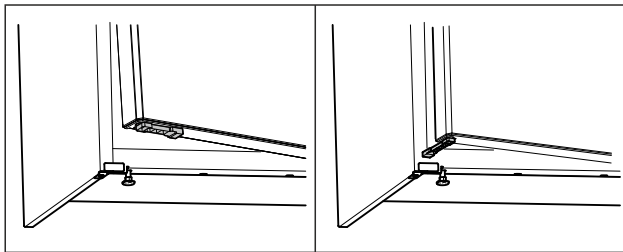

Fig. 56 *
- ▶ Поверните ограничитель открытия двери на 90°. (см. Fig. 56) *